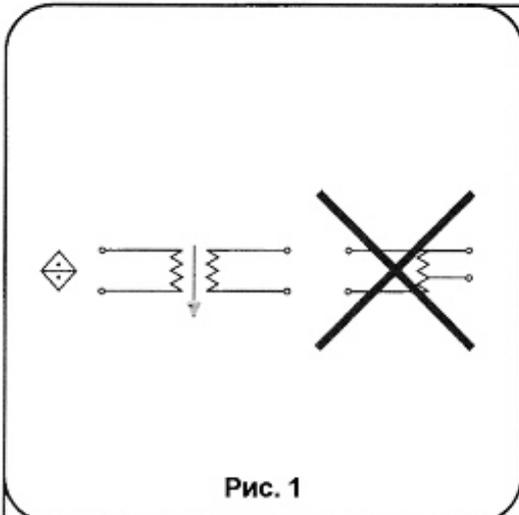

Рис. 1
- Никогда не подавайте на лампу напряжение выше 12 В. Питание на лампу должно подаваться через защитный разделительный трансформатор и через защитное устройство, размыкающее цепь при наличии тока утечки на землю, срабатывающее при нужном значении тока утечки (рис. 1).
Проверьте, что подаваемое на лампу напряжение не превышает 12 В. Питание на лампу должно подаваться через защитный разделительный трансформатор и через защитное устройство, размыкающее цепь при наличии тока утечки на землю, срабатывающее при нужном значении тока утечки (рис. 1).